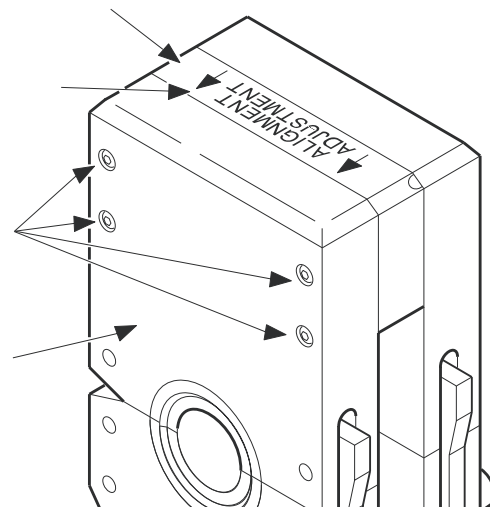

Рисунок 17. Ослабление боковой пластины
1. Переверните фиксирующий блок и найдите на подставке стрелки направления. Стрелки указывают на соответствующую боковую пластину. См. рисунок 17.
2. С помощью входящего в комплект шестигранного ключа на 3/32 дюйма отвинтите четыре винта на соответствующей боковой пластине ровно настолько, чтобы слегка отделить ее от подставки. Чтобы найти соответствующую боковую пластину, см. рисунок 17.